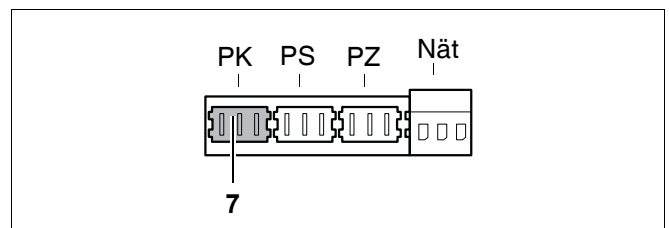
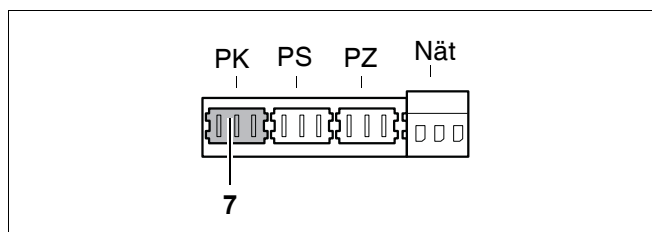

Bild 37 Uttagsplint – extern värmepump 230 V (anslutningsfärg grön)
Bild 40 Uttagsplint – extern värmepump 230 V (anslutningsfärg grön)
Den maximala elektriska effekten som får anslutas till den lösa 230 VAC-anslutningskabeln för pumpen (bild 37, pos. 7) och till den gröna kontakten PK (bild 40) uppgår till totalt 250 watt. Om en effektförbrukning på mer än 250 watt ska anslutas kan detta göras via ett extra 230/230 V-relä, som måste installeras av en behörig installatör/eltekniker.
- Anslut den externa pumpen (om sådan finns; inte anslutningsgruppens pump) till den gröna klämman PK (bild 40, pos. 7).